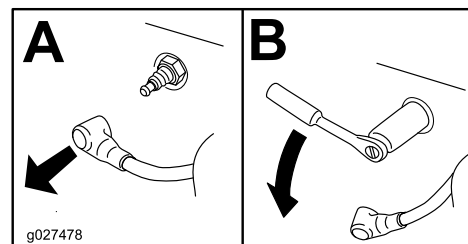

Bild 39
2. Ziehen Sie den Zündkerzenstecker ab, siehe Bild 39.